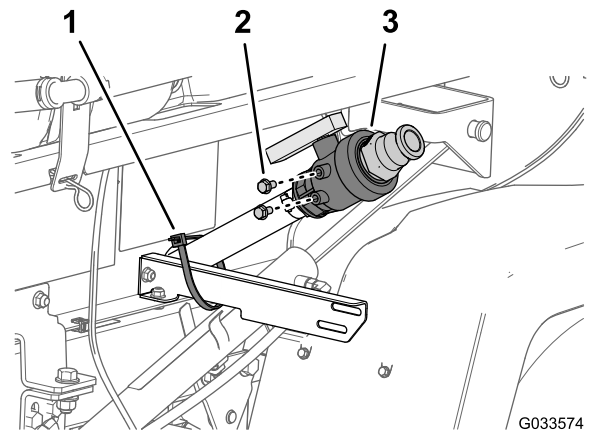

Figure 13
1. Enlevez le serre-câble qui retient le robinet de vidange et le flexible de la cuve de pulvérisation sur le support du robinet de vidange (Figure 13).